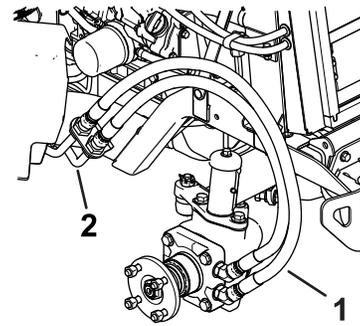

Figura 9
1. Retire las mangueras hidráulicas existentes de las líneas hidráulicas delante de la rueda e instale de inmediato los tapones en las líneas hidráulicas (Figura 9 y Figura 10).